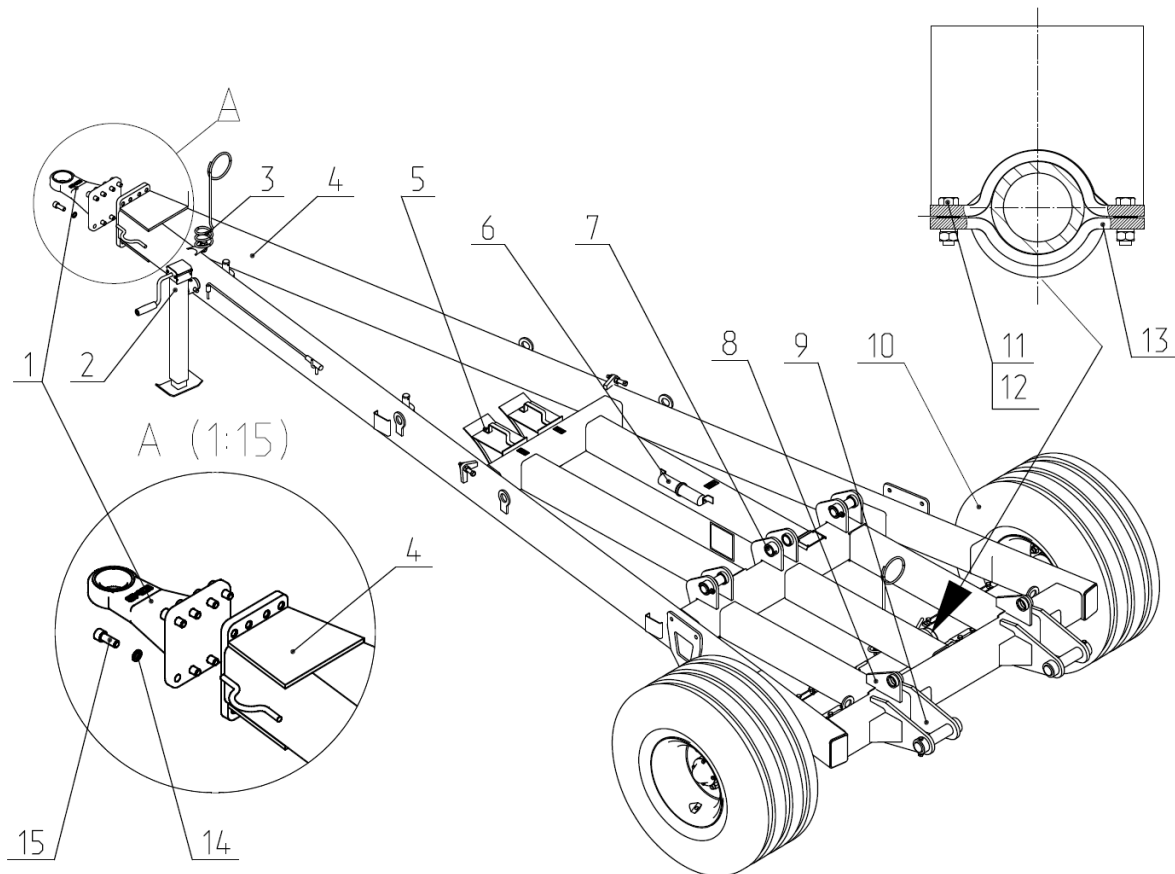
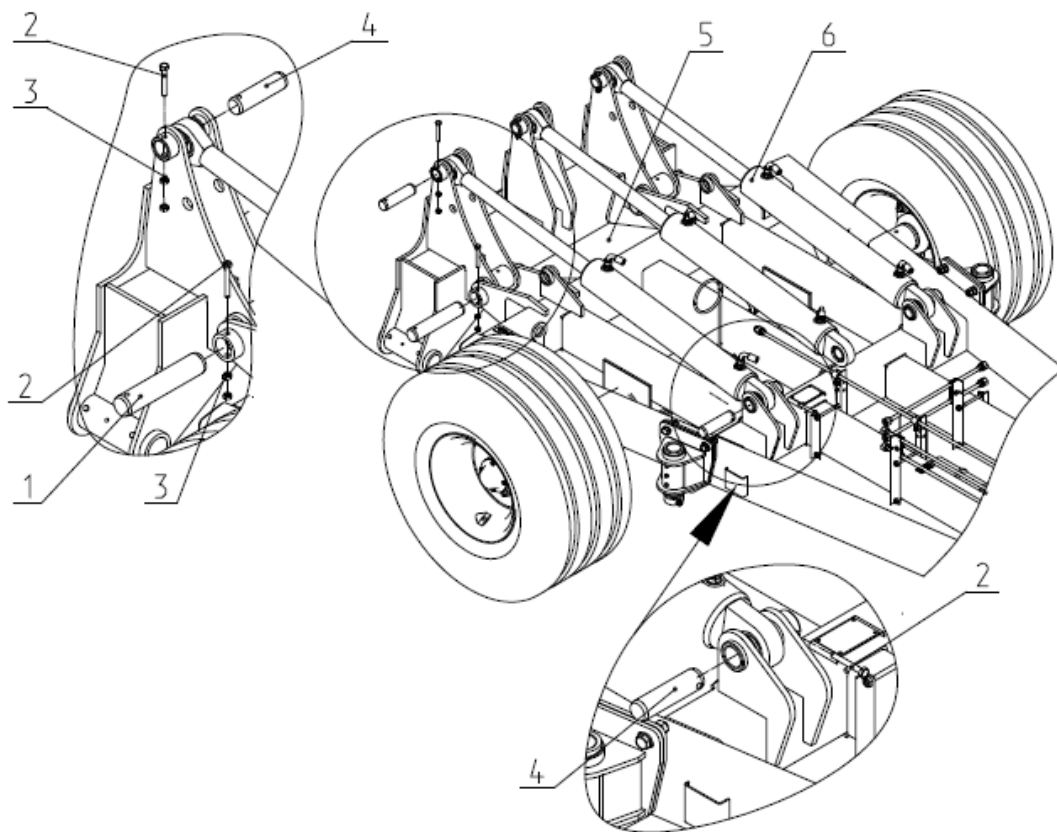

Рис.4 Сница в сборе КБП16 01.080
Рис.5 Закрепление центральной балки на снице.
2.3 Сница в сборе (рис.4) предназначена для присоединения культиватора к трактору и состоит из цельносваренной самой сницы 4. К снице спереди закреплен регулируемый по высоте кронштейн 1 с прицепной серьгой. На раме сницы установлены стояночная опора 2, противооткатные башмаки 5, пенал с документацией 6. В посадочных седлах сницы установлен колесный мост 10 и закреплен прижимами 13. На раме сницы приварены кронштейны 7 для установки гидроцилиндров. Кронштейн 8 служит для блокировки культиватора в транспортном положении. Кронштейн 9 служит для шарнирного закрепления на снице центральной балки 5 (рис.5) культиватора.